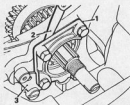

Abb. F.28
- Abstand mit Fühlerlehren messen, siehe Abb. F.28. Notwendige Beilagscheibenstärke aus folgender Tabelle wählen: